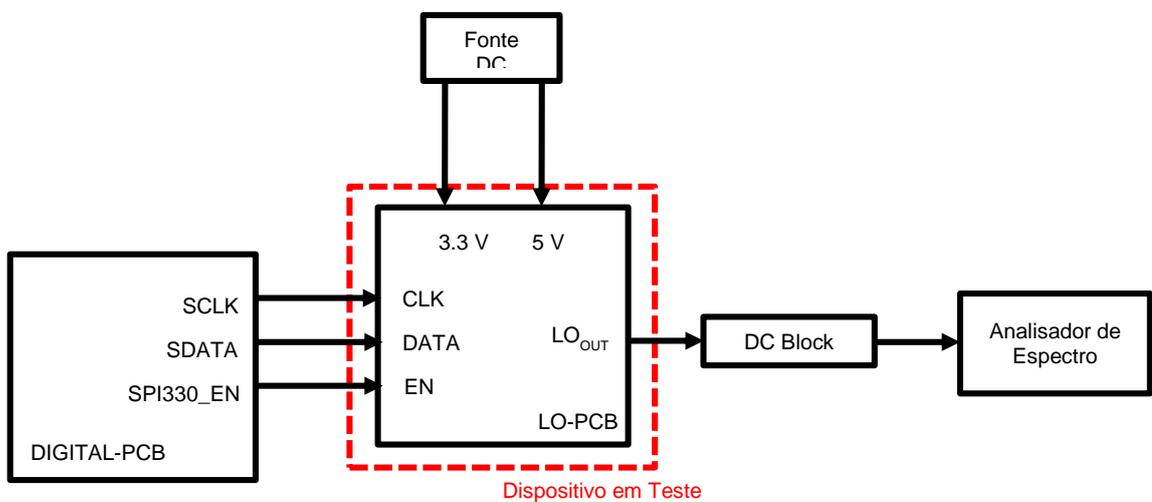

Figura 4.2.3 – conexões para teste de frequência e banda de saída.
- 1) Realizar as conexões descritas na figura 4.2.3;